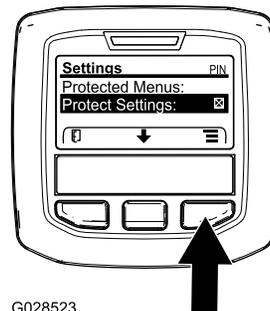

Рисунок 47
1. Перейдите в защищенное меню и разблокируйте подменю защищенных настроек (Рисунок 47); см. раздел Доступ к защищенным меню \(страница 24\).